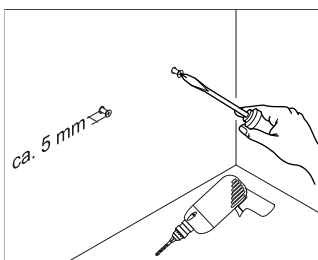

Bild 3
- Drehen Sie die Schrauben nur soweit fest, dass die Schraubenkopf ca. **5 mm** von der Wand absteht (Bild 3).